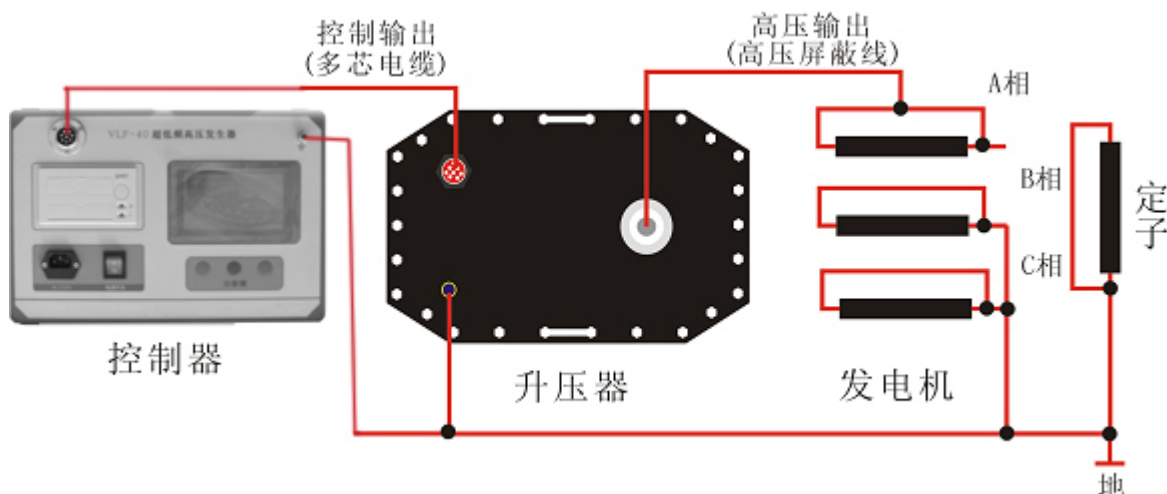

图 14 测量定子的某相连线图
2. 连线方法：试验时应分相进行，被试相加压，非被试相短接接地。如图 14 所示